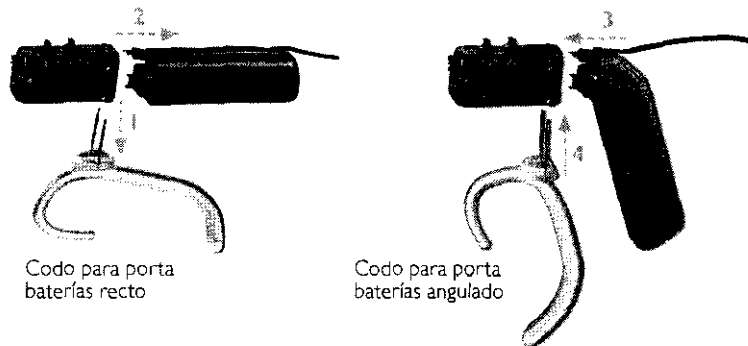

Fig. 11 Cambiando el porta baterías
- 4) Fije esta conexión mediante la inserción de los dos pines del codo para porta baterías angulado en los dos pequeños agujeros en la base de la unidad de control (ver Fig. 11).